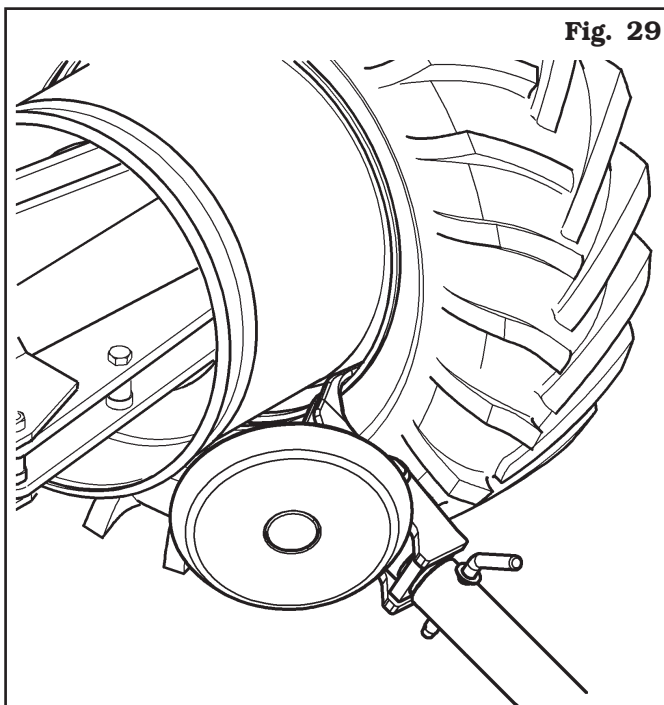

Fig. 29
- Avancer avec l'outil jusqu'à positionner l'encoche de référence sur l'axe avec le rebord externe de la jante à une distance de 5 mm (0.2") de celle-ci (voir **Fig. 29**).